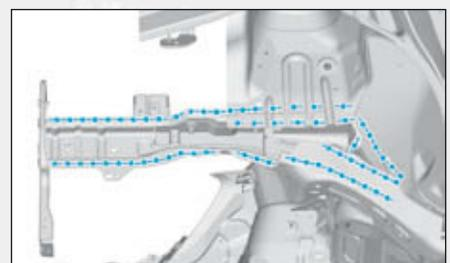

FIG.33
- les zones d'accostages sur la caisse (Fig.33).